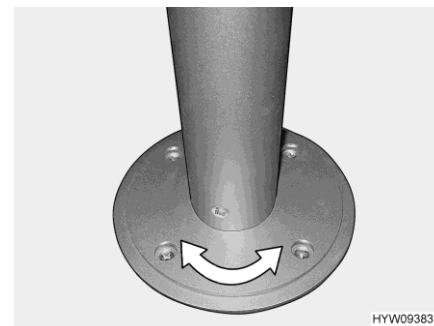

Fig. 44 Pied de table colonne (pivotant)
- Tourner le plateau de table dans la position désirée. Un certain effort est pour cela nécessaire car le plateau de table tourne dans le sens inverse de la résistance au frottement sur le pied de table colonne (Fig. 44).